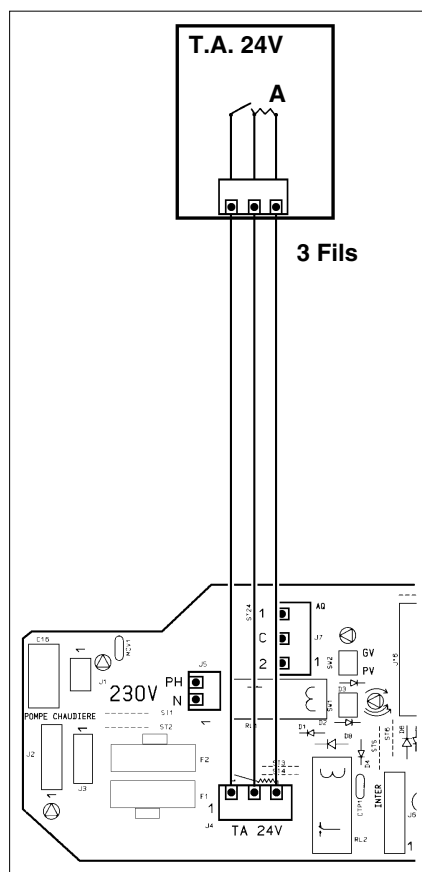

Fig. 17
- raccorder les 3 fils conformément au schéma (fig. 17).